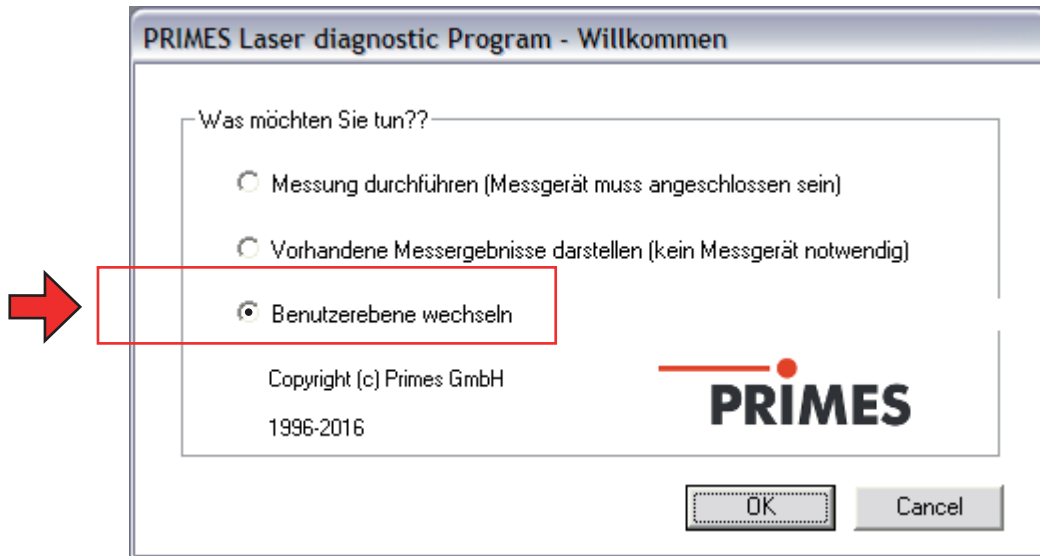

Abb. 21.13: Startfenster der LDS
1. Wählen Sie "Benutzerebene wechseln" (siehe Abb. 21.13), geben Sie das Passwort für die Benutzerebene **Expert** ein und Klicken Sie auf **OK**.